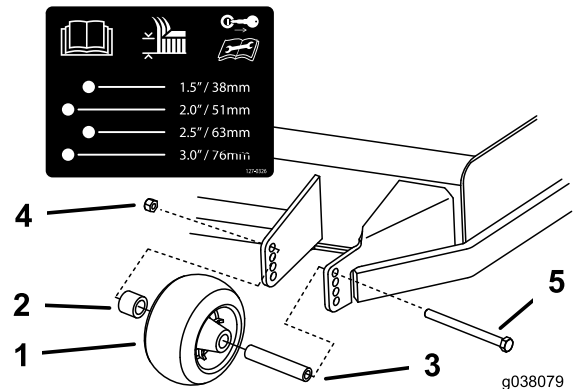
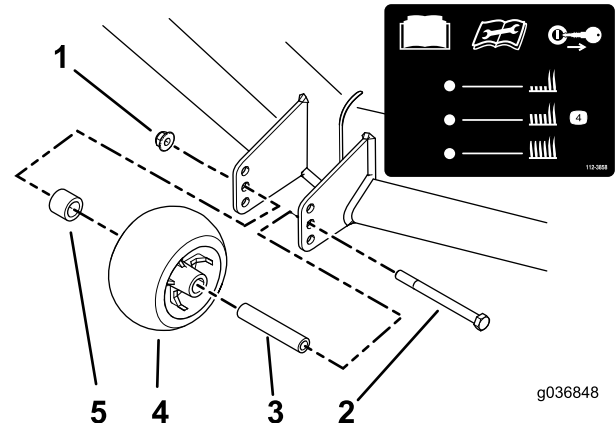

Figure 36
Figure 37
3. Réglez les galets anti-scalp comme montré à la Figure 36 ou la Figure 37.